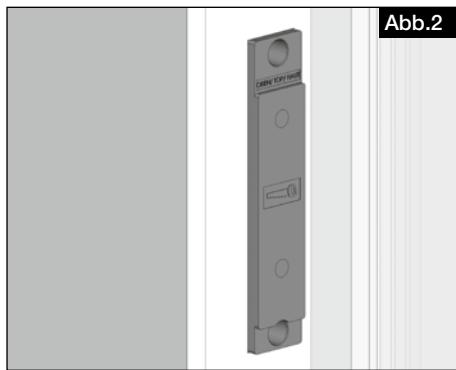

Abb.2
- Überstand des Putzrahmens vom Laibungselement entfernen, z.B. mit einem Multifunktionswerkzeug (s. Abb. 2).